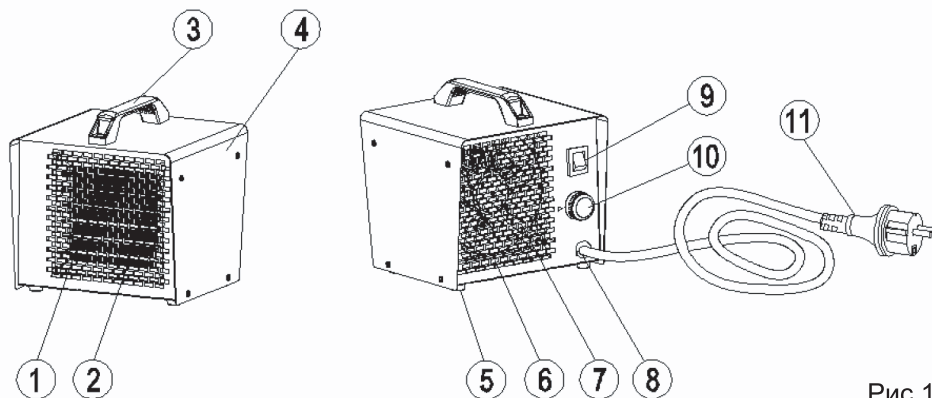

Рис.1
Тепловая пушка (рис.1) имеет металлический корпус (4). Вентилятор (7) расположен в задней части тепловой пушки.